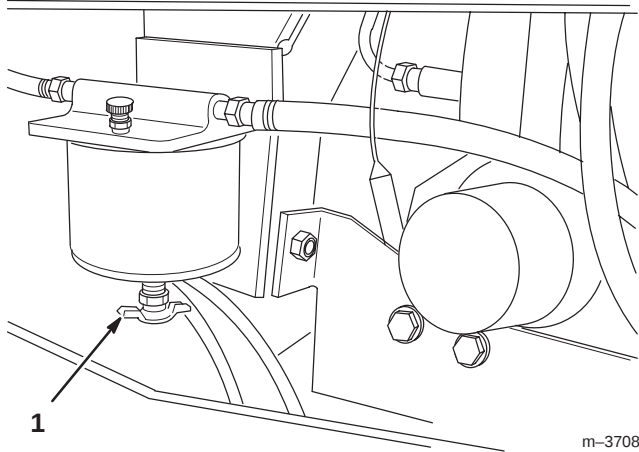

Bild 4
4. Öffnen Sie den Ablasshahn am Kraftstofffilter/Wasserabscheider und lassen angesammeltes Wasser ablaufen (Bild 4).